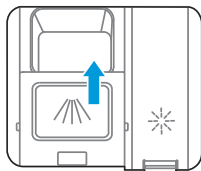

Fig. 4
4. Feche a tampa do compartimento deslizando-a para a frente e depois pressionando-a para baixo. (Fig. 4).